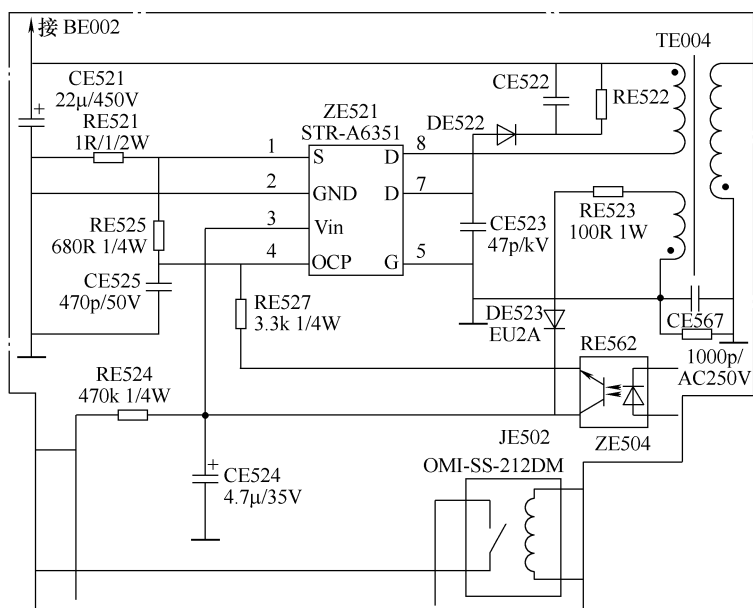

图 6-74 RE524 相关电路截图
【附注】1) 该机在故障出现时主要检测副电源 5V - S 电压（正常为 +5V），ZE521⑧脚电压（正常为 300V）。2) RE524 相关电路截图如图 6-74 所示。